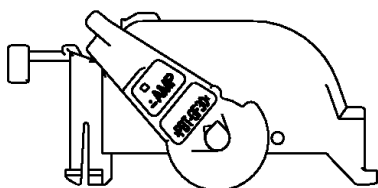

Fig.16
注意 レバー位置に注意して下さい。弊社出荷時のレバー位置にて、取付け作業をして下さい。レバーアッセンブリの弊社出荷形態は Fig.16 を参照願います。
- (1) レバーがコネクタ本係止位置(弊社出荷形態)にある事を確認して下さい。(Fig.16 参照)
- (2) ロック係止用穴に精密ドライバーを挿入・押込む事によって、レバーアッセンブリの引出側ロック先端部の係止を解除し、引出側ロック部側面を内側に倒し込み、引出側の係止全てを解除し、取り外して下さい。